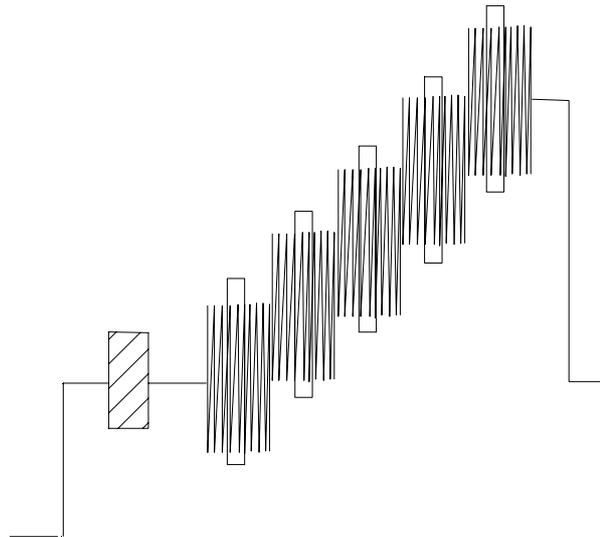

图 8 微分增益和微分相位色度 5 阶梯信号
9.2 在测试碟常规测试中选中“微分增益和微分相位”，播放“色度 5 阶梯”信号，信号波形和测试点如图 8 所示：
- b. 按 Menu 键，选择 Acquire，选中 Special Position，选择 AutoScan，测试点自动调节至如图 8 所示位置。按 Exit 退出。